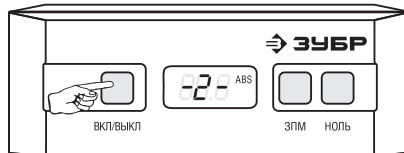

Рис. 3
- Подождите 6 секунд до появления надписи «-2-» (рис. 3).